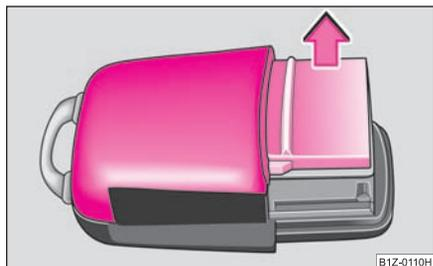

Fig. 35 Couvercle du boîtier de l'émetteur
- Retirez le couvercle du boîtier de l'émetteur ⇒ fig. 35 dans le sens de la flèche.